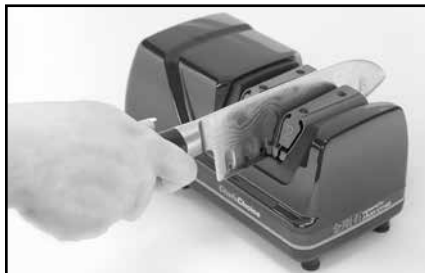

Bild 2. Santoku kniv i vänster spår av Steg 2 (dubbel fasat Santoku blad).
- A. Drag bladet genom det vänstra spåret vid Steg 2 (se Bild 2) och sedan genom det högra spåret på Steg 2. Gör två par dragningar växelvis mellan varje dragning på vänstra och högra spåren i Steg 2. Man bör ägna ungefär 3 sekunder för varje drag vid ett 13 cm långt knivblad.